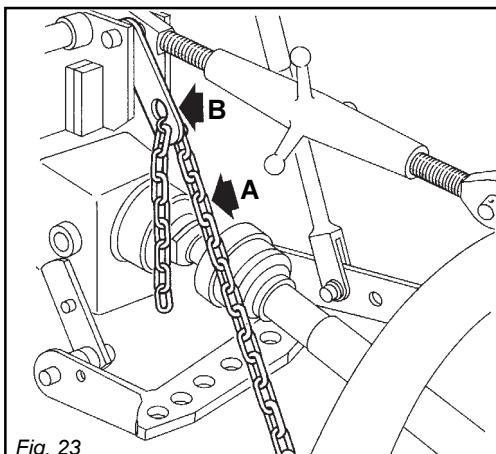

Fig. 23
- Regolare l'altezza della falciatrice rispetto al trattore, tramite la catena, (A, Fig. 23) spostando gli anelli nel foro della piastrina (B, Fig. 23). A regolazione ultimata segnare l'anello catena usato per usufruire sem-
- Die Höhe der Mähmaschine im Verhältnis zum Traktor wird durch die Kette, (A, Abb. 23) eingestellt, indem
- Régler la hauteur de la faucheuse par rapport au tracteur au moyen de la chaîne, (A, Fig. 23) en déplaçant les anneaux dans le trou approprié de la plaque (B, Fig. 23). Après avoir terminé le réglage, marquer l'anneau de la
- Regular la altura de la segadora respecto al tractor mediante la cadena (A, Fig. 23) desplazando los anillos en el agujero de la placa (B, Fig. 23). Acabado el ajuste, marcar el anillo
die Kettenringe im Plättchenloch (B, Abb.23) verschoben werden. Nach erfolter Einstellung ist es ratsam, den benutzten kettenring zu kennzeichnen, damit bei jeder Ankupplung der Maschine an den Traktor immer wieder die gleiche Einstellung vorgenommen werden kann.